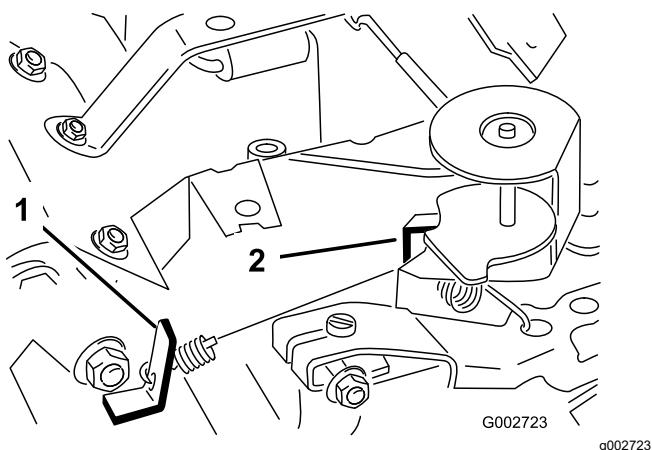

Figura 39
- Doble la pestaña de anclaje del muelle de regulación del ralentí (Figura 39) hasta obtener una velocidad de ralentí de 1725 ± 50 rpm.
6. Doble la pestaña de anclaje del muelle de alta velocidad (Figura 39) hasta obtener una velocidad alta de 3400 ± 50 rpm.